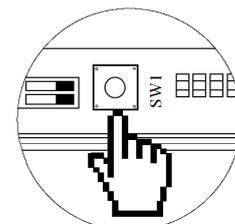

Fig. 73
Una vez direccionada todas las centrales de la instalación, **debemos guardar la configuración de la instalación** en el módulo. Para ello realice una pulsación corta en SW1 (Fig. 73) ⑬. Si realiza cualquier modificación en la instalación, recuerde guardar la nueva configuración.